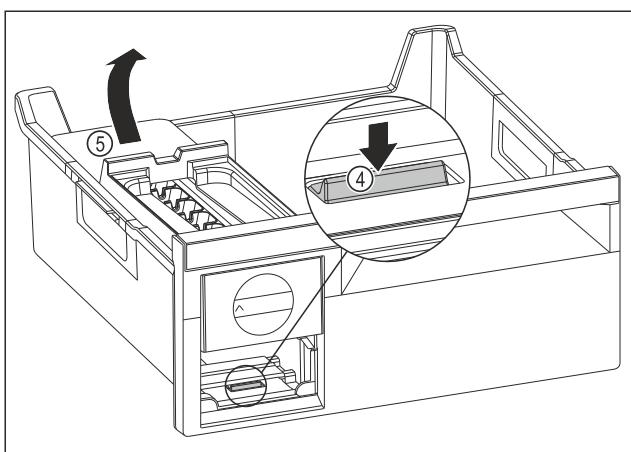

Fig. 74
- Izvadite tijelo sustava EasyTwist-Ice: Pritisnite jezičak Fig. 74 (4) prstom prema dolje i istovremeno drugom rukom podignite tijelo sustava EasyTwist-Ice Fig. 74 (5) straga.